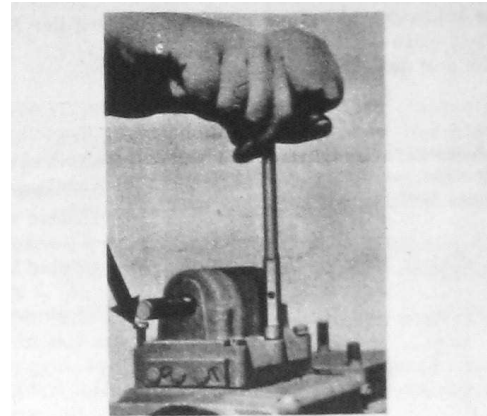

Fig. 69
1. Sechs Sechskantschrauben (Fig. 69) entfernen.
1. Remove the 6 hex nuts (Fig. 69).